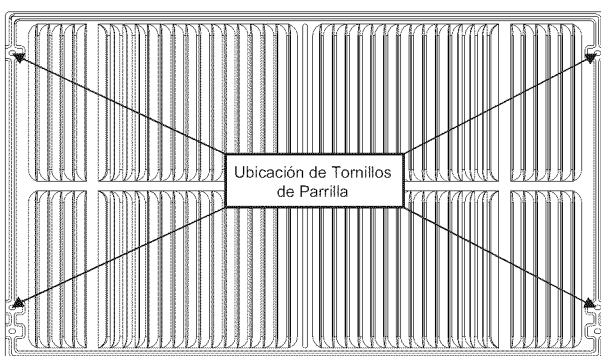

Fig. 2
4. Si la unidad no ha sido pre-perforada (en algunos modelos), perforo con cuidado 4 agujeros de 1/8" a través de la parrilla y hacia la pestaña lateral de la unidad aproximadamente 1½" a 2" de la parte superior e inferior, como se observa en las Figs. 2, 3.